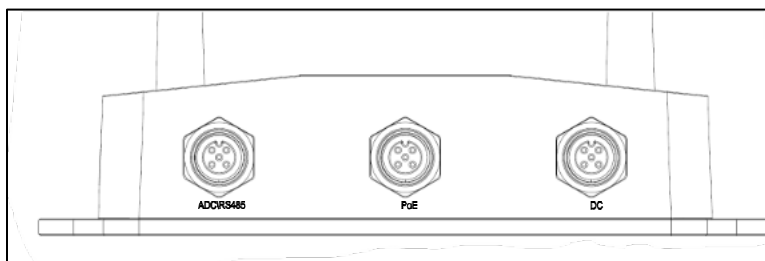

図 3:ゲートウェイ接続端子
- ① アンテナを「BLE アンテナ端子」に差し込み、止まるまで時計回りにねじ込んで固定してください。
- ② もう一方の「4G/Wi-Fi アンテナ端子」にも同様にアンテナを取り付けます。
- ① 付属の接続ケーブル (DC コネクタ) を、ゲートウェイの所定の端子 (図 3 を参照) に確実に接続してください。
- ① 付属の接続ケーブル (RJ45 コネクタ) を中央の端子に確実に接続してください。
- ① 別途ご用意いただいた電源アダプタのコネクタを、手順 4 で取り付けた接続ケーブル（DC 用）のメス端子に接続します。